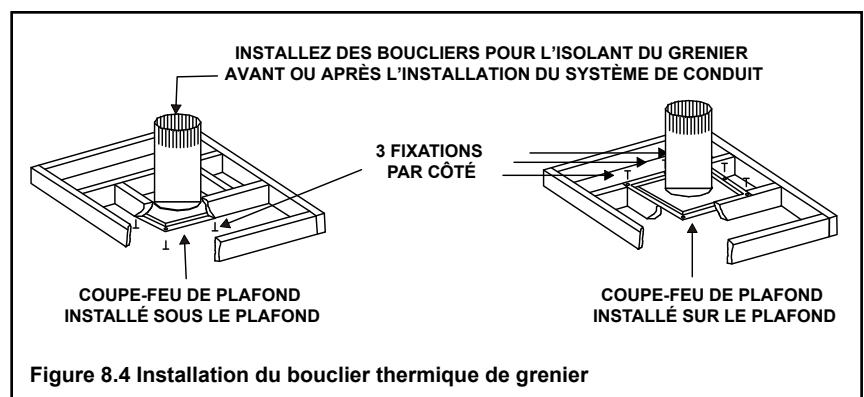

Figure 8.4 Installation du bouclier thermique de grenier
- Le coupe-feu de plafond peut être installé au-dessus ou en dessous des solives du plafond lorsqu'un bouclier thermique de grenier est aussi installé. Il doit être sous les solives des planchers qui ne sont pas isolés. Voir la figure 8.4.